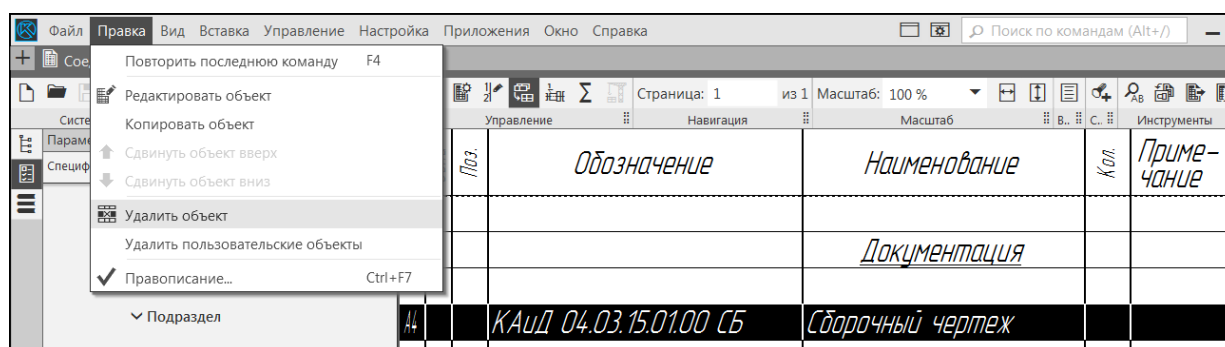

Рисунок 32. – Выбор команды Удалить объект
2. Последовательно активизируйте команду **Правка** и команду **Удалить объект** (рисунок 32).